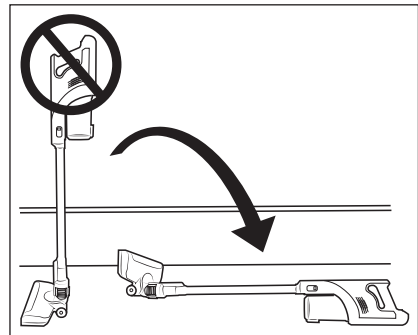

Fig. 9
- Stil ikke støvsugeren oprejst, hvis du ind imellem slukker den eller vil stille den fra dig. Sæt støvsugeren i vægholderen **17**, eller læg den på gulvet (se fig. 9 og 10).